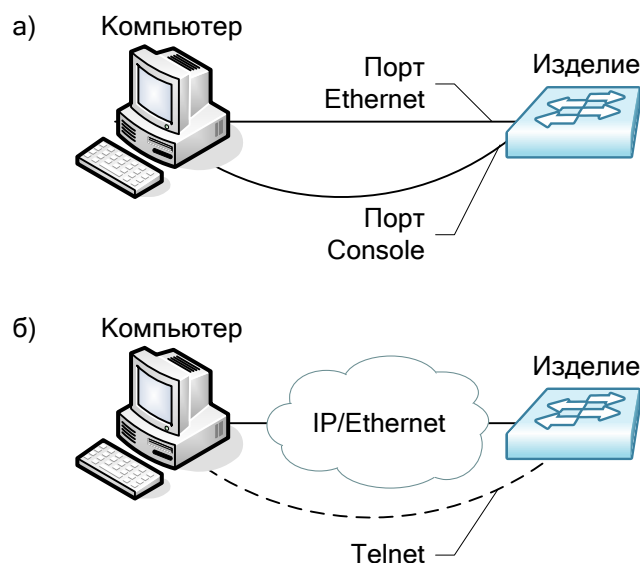

Рис. 7. Примеры подключения изделия для сохранения и загрузки конфигурации или обновления программного обеспечения
2. Подключите один из портов изделия к сети. Примеры подключения показаны на Рис. 7.
2. Подключите один из портов устройства к сети. Примеры подключения показаны на Рис. 7.